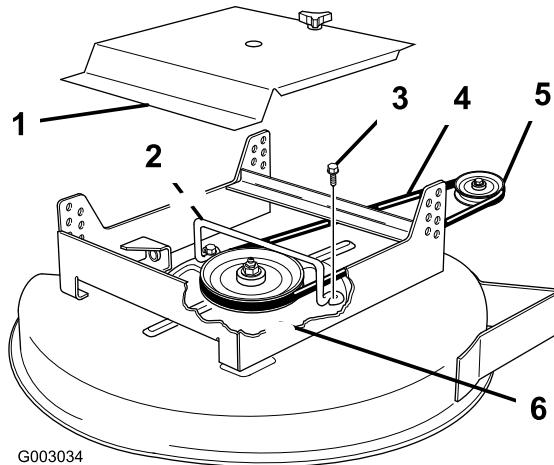

Figura 42
- Retire los dos pernos con arandela prensada que fijan la guía de la correa a la parte superior del cortacésped y retire la guía de la correa (Figura 42).
6. Instale la correa de transmisión nueva alrededor de la polea de transmisión de la unidad de tracción y la polea del eje (Figura 42).
7. Instale la guía de la correa en el cortacésped con los dos pernos con arandela prensada. Asegúrese de que los aros están orientados hacia la parte trasera del cortacésped (Figura 42).
10. Instale la cubierta de la plataforma en la unidad de corte, luego apriete el pomo (Figura 42).